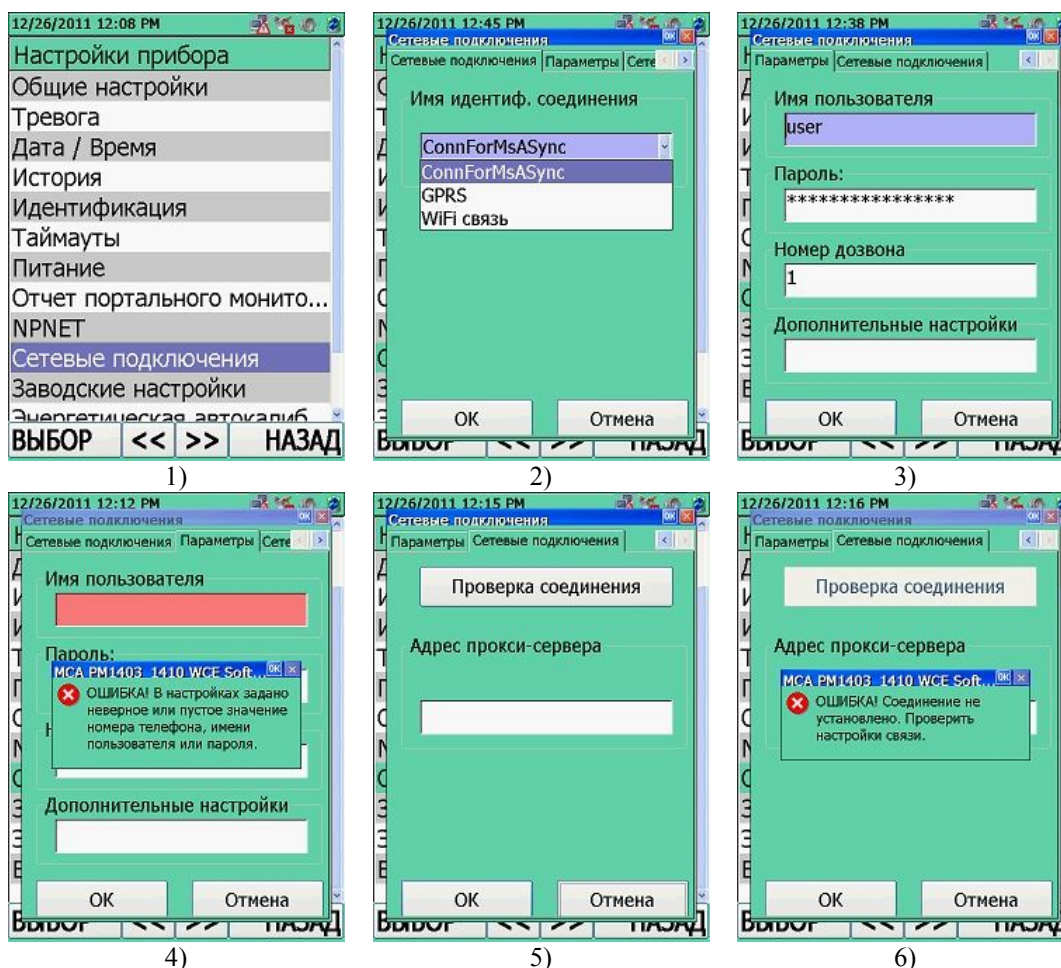

Рисунок 11.36
Для входа в настройки сетевого подключения "Сетевые подключения" необходимо в окне режим настройки параметров прибора "Настройки прибора" переместить выделенный маркер на соответствующую строку, рисунок 11.36 (1). Перемещение маркера осуществляется при помощи кнопок джойстика ВВЕРХ/ВНИЗ. Подтвердить переход в опцию "Сетевые подключения" необходимо нажатием центральной кнопки джойстика ВВОД  или кнопки ВЫБОР .
Вкладка "Сетевые подключения", рисунок 11.36 (2):
Вкладка "Параметры", рисунок 11.36 (3):
Опции "Имя пользователя", "Пароль" и "Номер дозвона" обязательны для ввода данных. В случае если данные поля будут некорректны или пусты, программа выдаст предупреждающее сообщение, рисунок 11.36 (4).
Вкладка "Сетевые подключения", рисунок 11.36 (5):
- "Проверка соединения" – проверка корректности введенных данных IP адреса. В случае не корректного ввода или отсутствия соединения, программа выдаст предупреждающее сообщение, рисунок 11.36 (6);